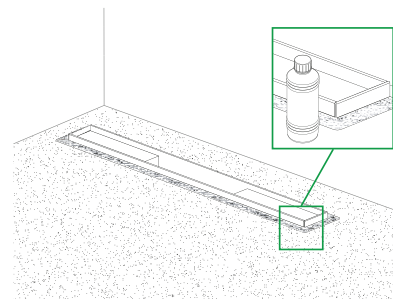

Рис. 5 / Сур-5
4. Обезжирьте края корпуса лотка (рис. 5).